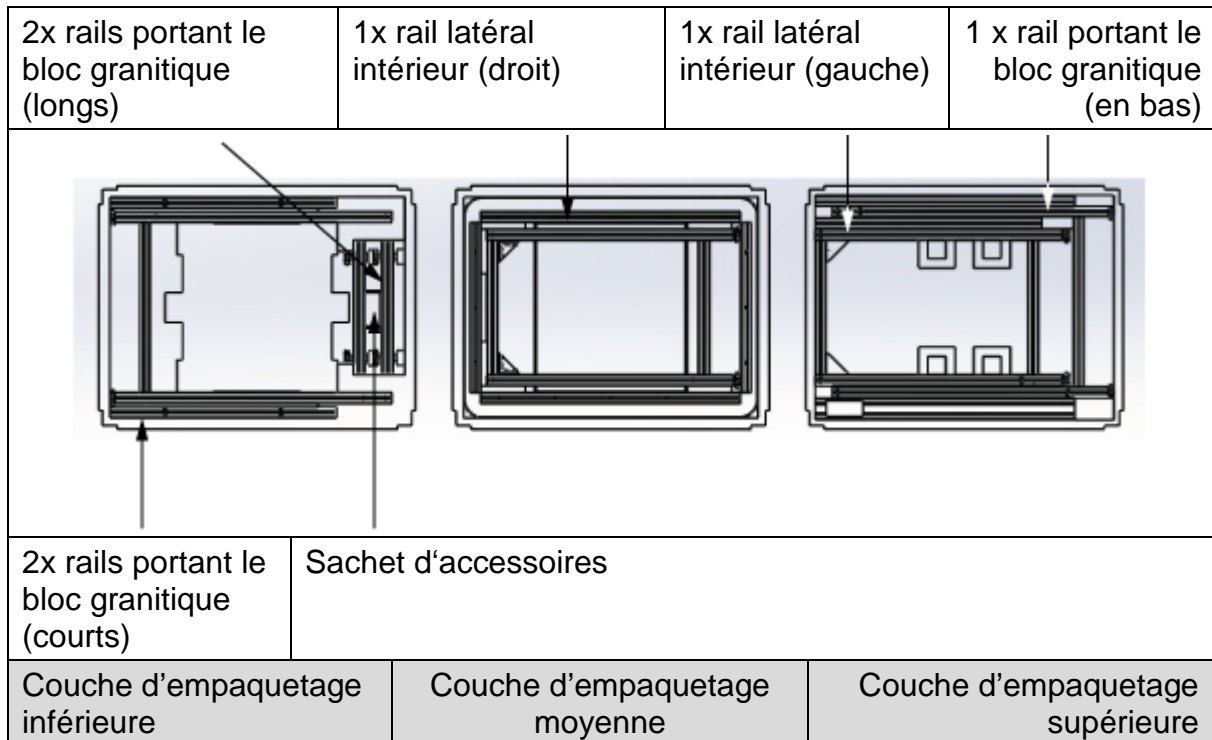

Fig. 1
1. Ouvrir l'emballage, enlever la couche supérieure, moyenne et inférieure, ainsi que les sachets avec les pièces accessoires (voir fig. 1.)